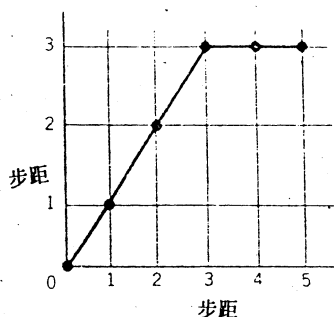

图1 第1种脉冲输出方法
(1)两轴对脉冲同时计数,完成指定脉冲数的轴,电机先停止传动。如图1所示。